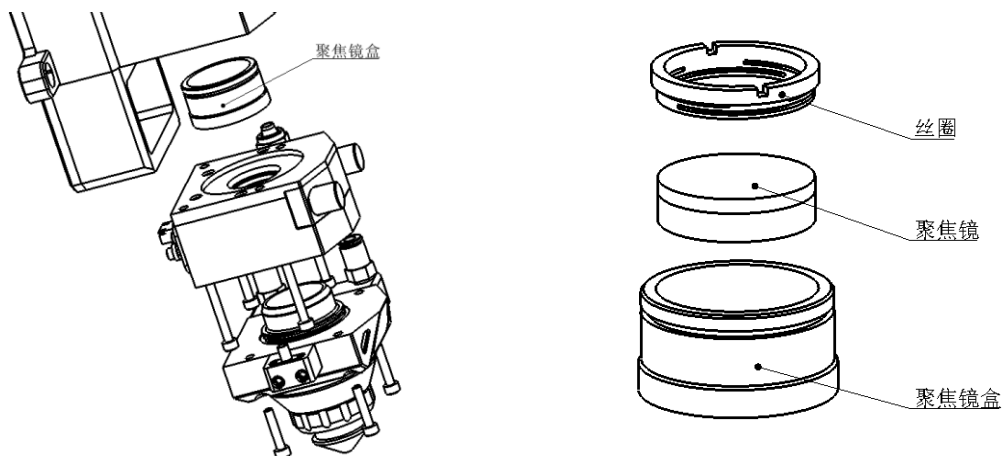

图 16 A230E 切割头聚焦镜盒示意图
- (1) 拆下激光头，移至洁净场所，清理干净激光头表面所有灰尘；
- (2) 用4mm 的内六角扳手拧开准直组件的锁紧螺钉（如图16所示），与准直组件连接的部分用美纹纸封好，防止灰尘调入；
- (3) 用拆镜工具拧出聚焦镜盒，用拆镜工具取下弹簧压圈和聚焦镜；
- (4) 清洁或更换聚焦镜片；